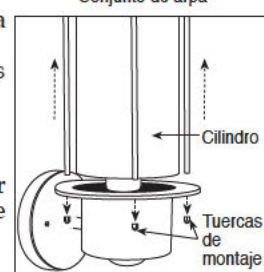

Figura 5
- Para unidades cilíndricas, destornille las tuercas de montaje del extremo inferior, levante ligeramente la caja de la unidad. Coloque la bombilla. Reinstale la caja con las tuercas de montaje. (Ver la figura 5)